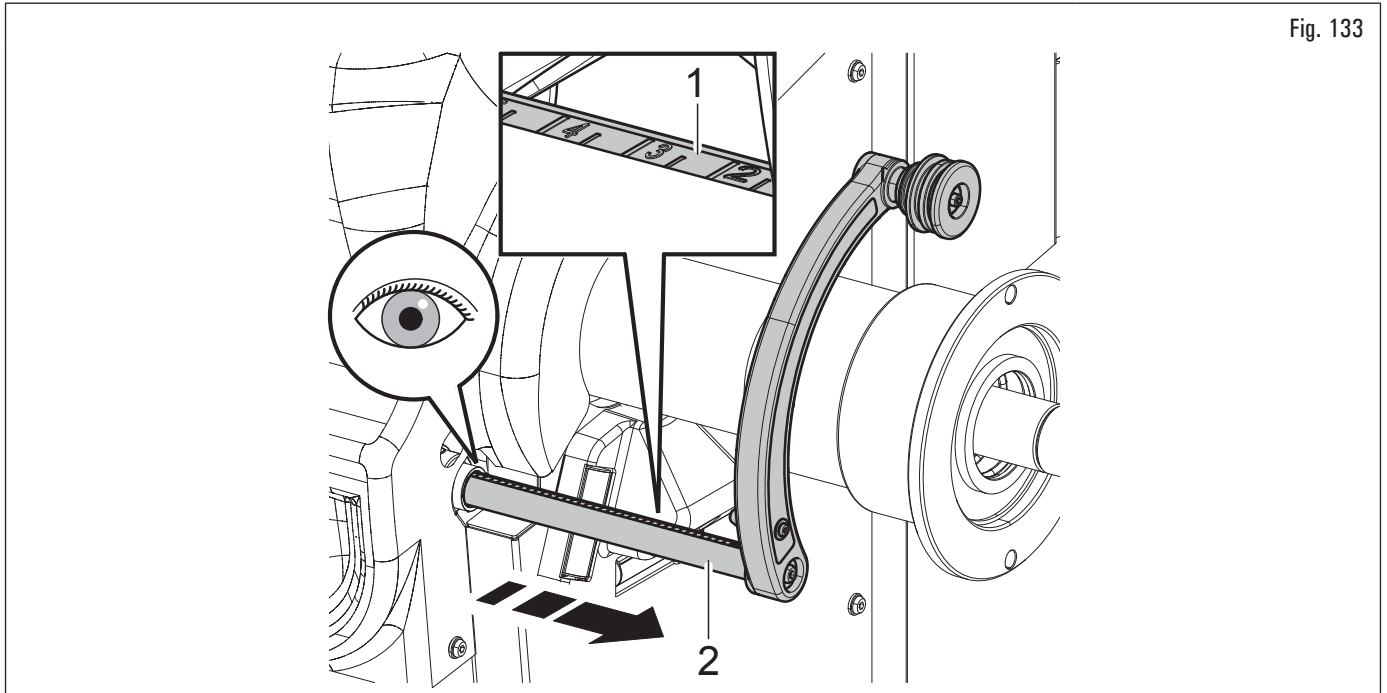

Fig. 133
2. lire la valeur indiquée sur l'échelle graduée (Fig. 133 réf. 1) fixée sur le bras de la pige distance-diamètre (Fig. 133 réf. 2) ;